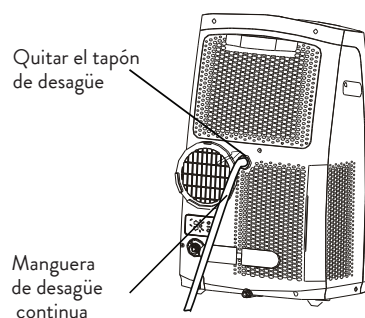

Fig. 21
Para los modelos sin la conexión de desagüe solo ajustar la manguera de desagüe al agujero. Colocar el extremo de la abertura de la manguera directamente sobre el área de desagüe en la base. Por favor remitirse a la Fig. 21 y 22.
- Quitar el tapón de goma en la parte trasera de la unidad y ajustar la manguera a la salida de desagüe. Colocar el extremo abierto de la manguera directamente sobre el área de desagüe en la base (Ver Fig. 21 y 22).